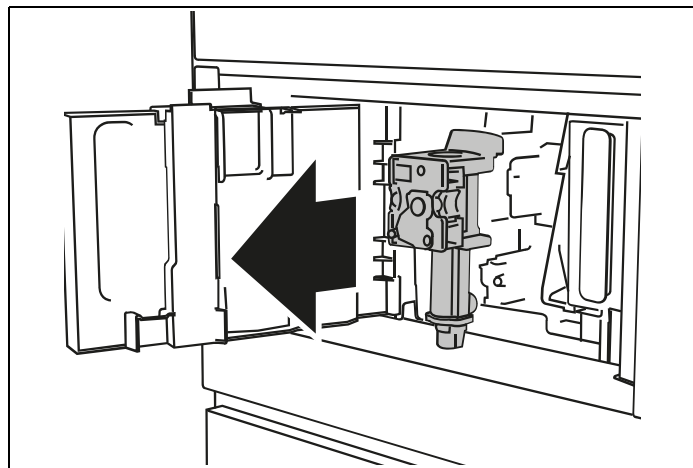

Fig. 48
- 4) Tryck de två färgade frigöringsknapparna inåt och dra samtidigt infunderaren utåt (Fig. 48 ).